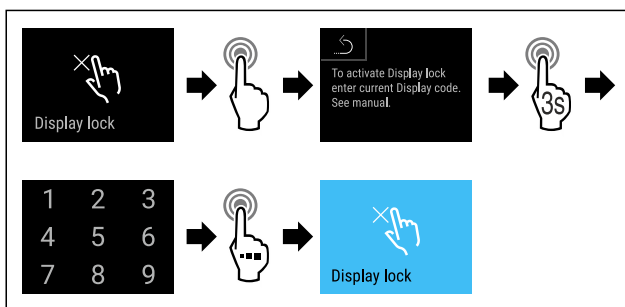

Fig. 79
- ▶ Atlikite veiksmus (žr. Fig. 79).